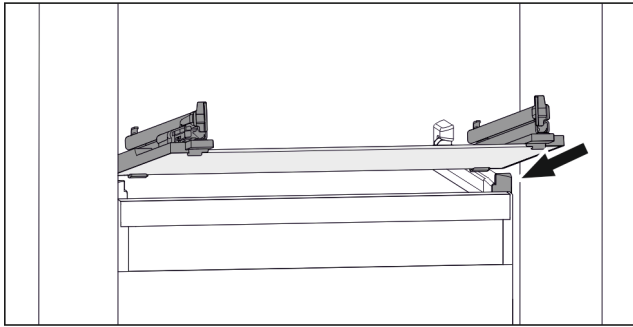

Fig. 73 Beispielhafte Darstellung der Glasplatte
- ▶ Glasplatte schräg hinter den Stoppnern aufsetzen. (siehe Fig. 73)